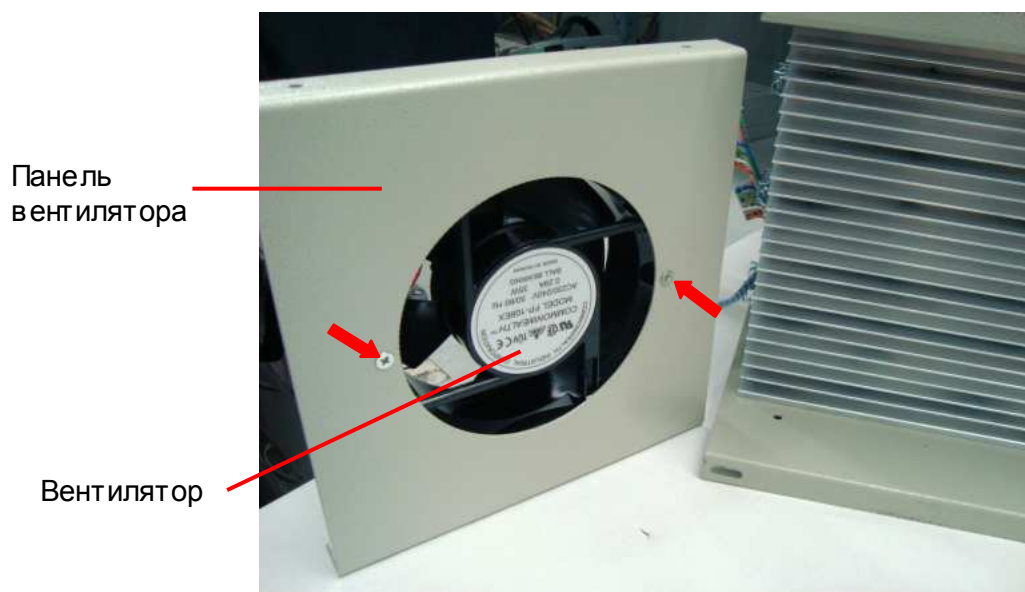

Рис. 6.12
6.7.3. Демонтировать панель вентилятора. Выкрутить два винта крепления вентилятора (рис. 6.12, красные стрелки). Положить вентилятор, панель вентилятора и винты в тару.